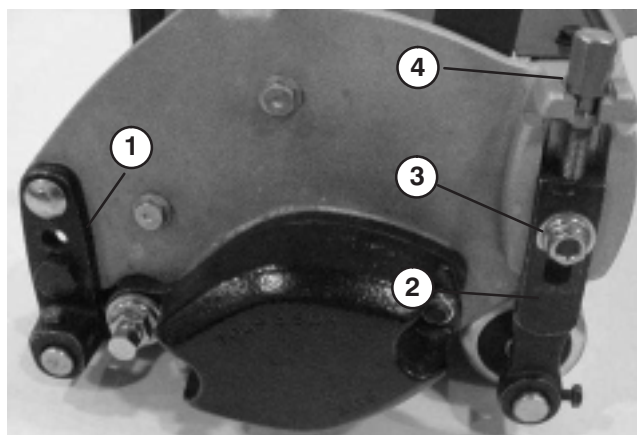

Figure 18
1. Réglez les supports du rouleau arrière (Fig. 18) à la position supérieure ou inférieure selon la gamme de hauteur de coupe voulue.
3. Desserrez les contre-écrous de fixation des bras de hauteur de coupe aux plaques latérales du plateau de coupe (Fig. 18).